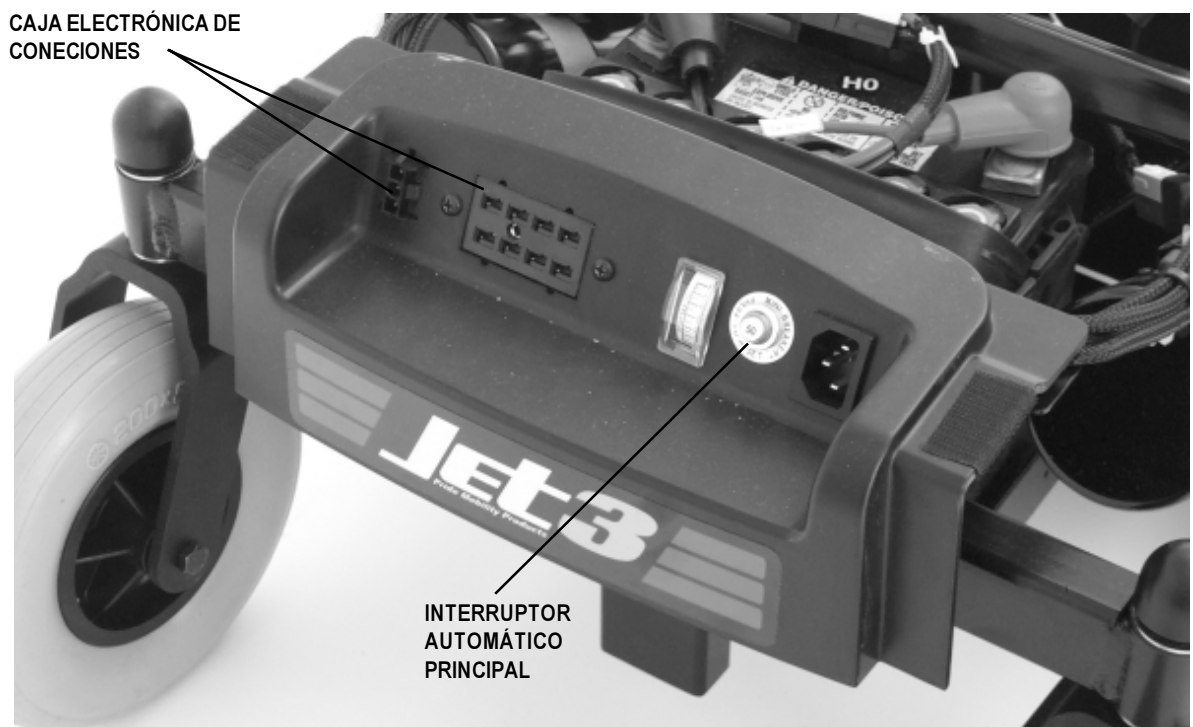

Figura 5. Caja Electrónica De Conexiones
1. Desconecte los conectores del enchufe del controlador. Mire la figura 5.